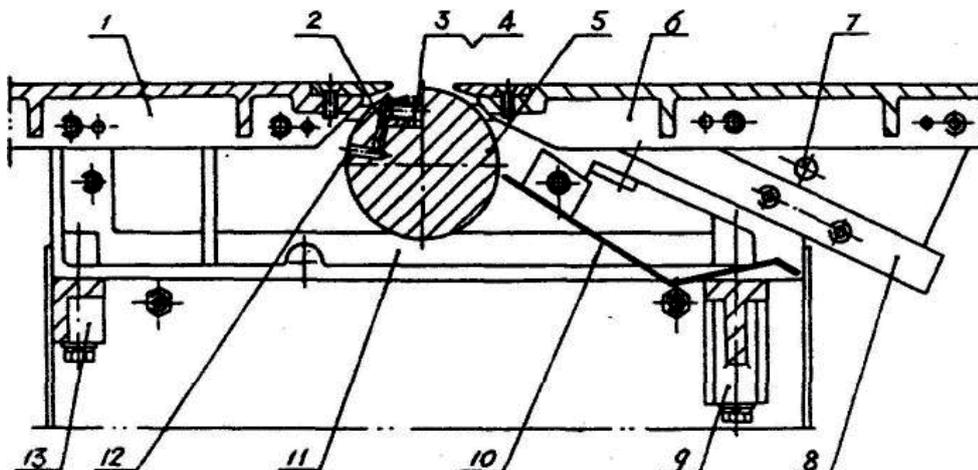

Рис. 5 Строгальный блок
Строгальный блок (Рис. 5)
- См. Рис. 5. Ослабьте болт ножа 3, вставьте отвертку в отверстие 12, вытяните механизм 2 наружу, затем немного закрутите болт 3, поместите плоскую линейку на среднюю часть краевой пластины заднего стола 1.
- Поставьте упор для фасок с направляющей и соедините направляющую с основанием, как показано слева на Рис. 5. В общем, установите направляющую с правой стороны стола.